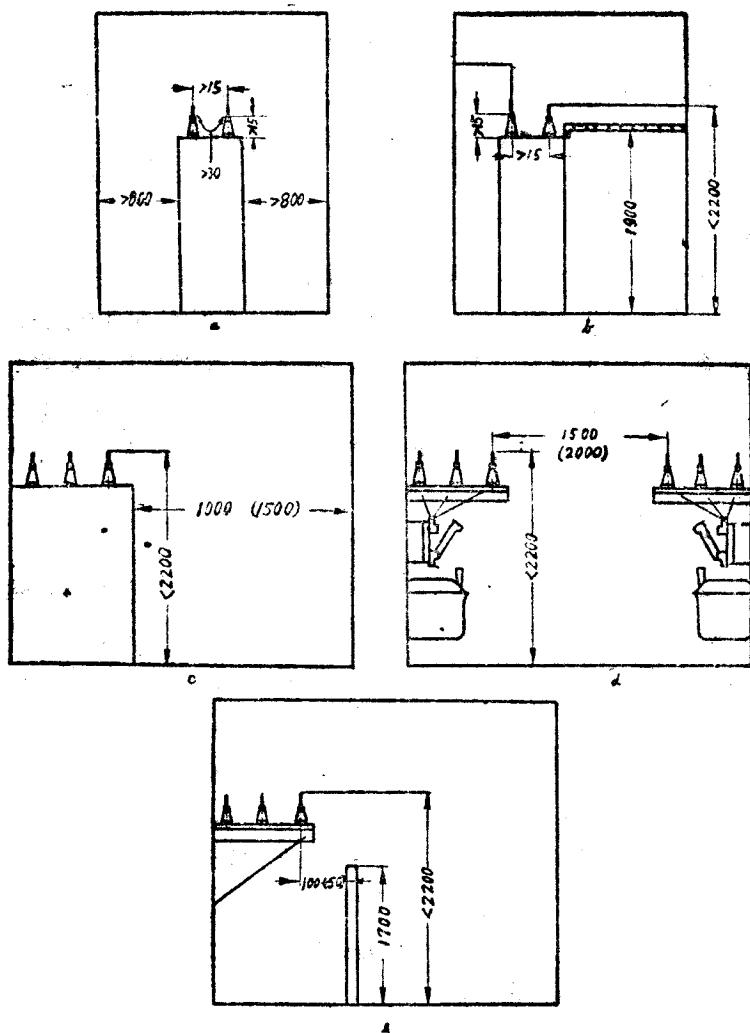

图 1-2· 低压开关和开关櫃布置图
为了和进綫的高度能够配合，并且使得散热条件改善，配电所房屋的高度一般都不比4公尺低。同时为了在正常情况下能够进出方便，也为了在发生危險的情况下能够讓工作人員很快离开，配电所的門應該向外面开，門的寬度不應該比0.75公尺狹，它的高度也不應該比1.9公尺低。因此在配电所里走人的通道上，最低的地方，象鐵絲網棚到地面，不應該比1.9公尺低；最狹的地方，象开关的把手到牆壁，不應該比0.8公尺再狹。在通道里当然不应当堆放杂物阻碍交通（图1-2）。
2.0 公尺(电压在 500 伏以上)(图 1-2)。
来。遮护的材料可以用整块的铁板，或者金属的网，网眼最大 20×20 公厘。这种遮护围棚的高度应该有1.7公尺高。如果用金属网，应该离开裸导体至少100公厘；用铁板做围棚，应该离开裸导体至少50公厘。带电的裸导体各相中间，以及和其它金属部分之间的距离，从绝缘面算来至少要有30公厘，从空间算来应该有10公厘（图1-2）。